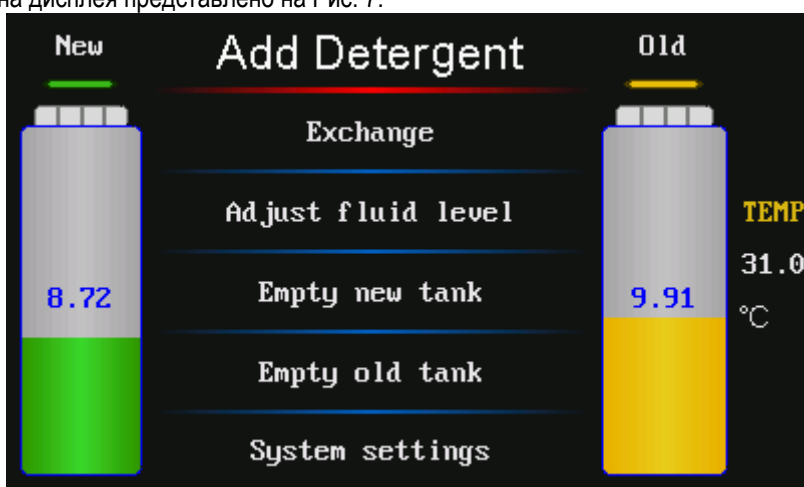

Рис. 7
2. Главное меню экрана дисплея представлено на Рис. 7.
- 2) Подключить два шланга CAT-501+ с маркировкой "TO TRANSMISSION" к двум отсоединенным концам шлангов автоматической коробки передач (нет необходимости учитывать направление потока жидкости). См. Рис. 7.